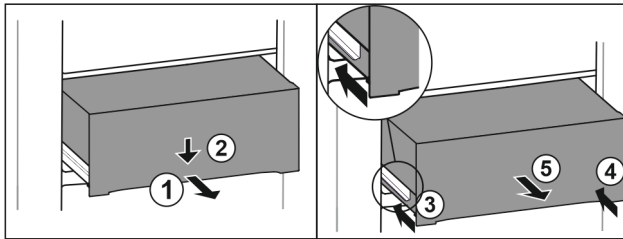

Fig. 70
- Tirer le tiroir jusqu'à mi-chemin. Fig. 70 (1)
- Appuyer sur l'avant du tiroir vers le bas. Fig. 70 (2)
- Insérer le rail gauche d'env. 2 cm. Fig. 70 (3)
- Insérer le rail droit d'env. 2 cm. Fig. 70 (4)
- Retirer le tiroir par l'avant. Fig. 70 (5)